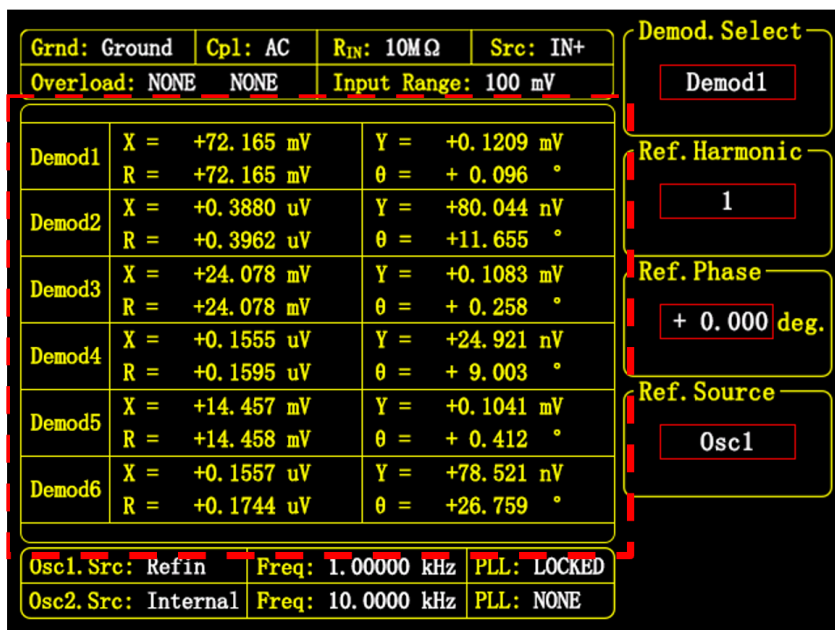

图 98. 方波的谐波测量结果
6. 然后在 [DISPLAY] 子菜单中，按下“软键 2”，把 <Display Mode> 设置为 <Full> 模式，如图98所示，显示所有基波和谐波的测量结果。
根据以上算法,即可将测量值与理论计算值进行对比。如图98的测量结果所示,测量值符合理论值。